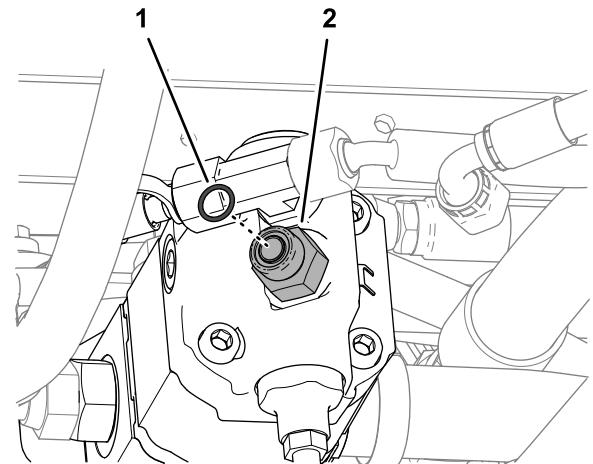

Figura 136
4. Retire la junta tórica de la cara del acoplamiento recto de la bomba hidráulica (Figura 136).
5. Instale una junta tórica nueva de 12.4 mm/1.8 mm (0.489"/0.070") en la ranura del acoplamiento recto (Figura 136).